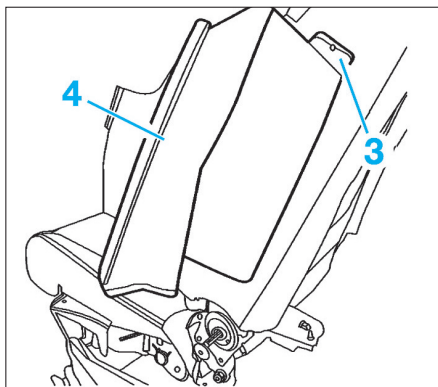

FIG. 9
- Déposer l'ensemble airbag latéral (3) et le séparer de son support (4) (Fig.9).